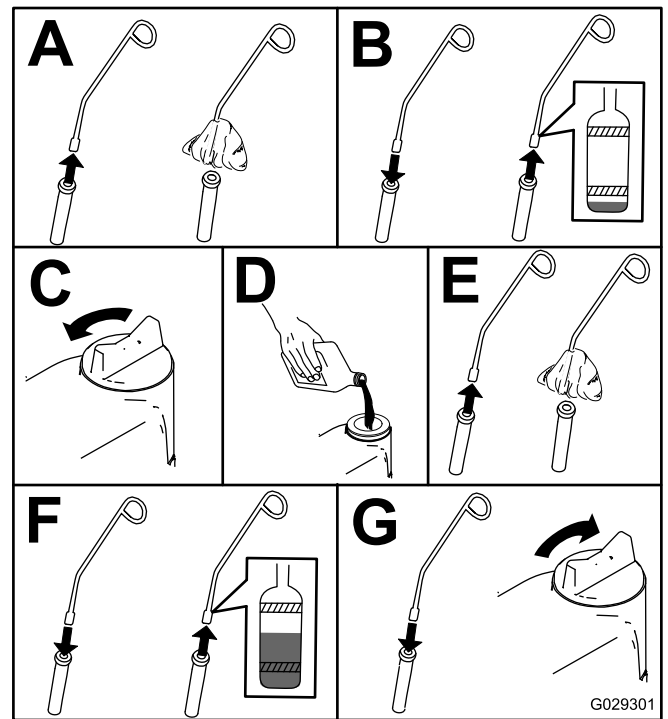

Bild 40
4. Kontrollieren Sie den Ölstand wie in Bild 40 gezeigt.